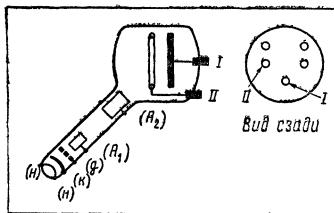
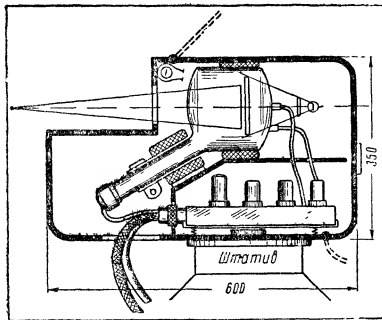

Рис. 4
Рис. 3
Схематически устройство камеры показано на рис. 3, конструктивно она выполнена в виде каркаса из уголков, обшитого листовым сталью. В камере на хорошо амортизированной площадке помещен предварительный усилитель (2). Вместе с отклоняющей системой иконоскоп вставлен в камеру, где имеются соответствующие место для колбы иконоскопа и зажимы для крепления отклоняющей системы. Камера установлена на треноге от кинопередвижки. Конструкция крепления предусматривает возможность плавного поворачивания камеры вокруг вертикальной оси, что позволяет при наличии всего одной камеры демонстрировать кинофильмы без перерывов между частями. Для этого камера установлена на пересечении осей двух взаимноперпендикулярно расположенных кинопроекторов (рис. 4, а). Поворачивая камеру, можно поставить ее так, что на мозаику иконоскопа будет проектироваться изображение сначала от одного, затем от другого кинопроектора или изображение от алооскопа. С целью уменьшения эффекта черного пятна желательно подсветить края мозаики и колбу иконоскопа, для чего на передней стенке камеры располагают софиты с узкими полями. Софиты должны быть отрегулированы таким образом, чтобы обтравсвасный ими узкий луч света освещал края мозаики. Для подсвечивания колбы сзади иконоскопа устанавливается еще одна лампочка, а перед ней — козырек, обтравсвасвающий тень на мозаику, так как сама мозаика ни в коем случае не должна быть освещена. Накал лампочек подсвета регулируется реостатом и подбирается таким, при котором черное пятно будет наименьшим.